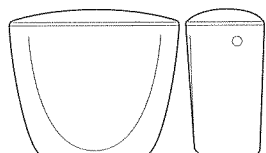

Рис.7
- бачок смывной кнопочный или с верхним пуском с боковой подводкой высокой (рис. 7),